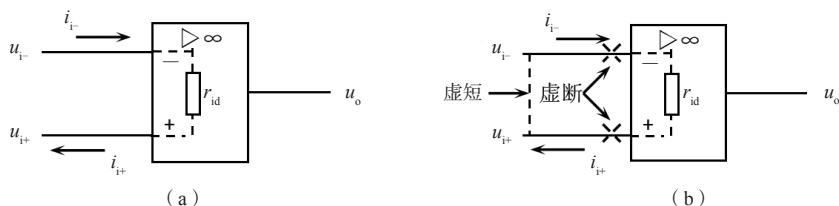

图 3-13 集成运放符号
(1)虚短:两输入端电位相等,即 $u_{i+} = u_{i-}$ 。相当于同向输入端和反向输入端短路,但又不是真正的短路,如图 3-13(b)所示,故称为“虚短”。
(2)虚断:净输入端电流等于零,运放电压和电流示意图如图 3-13(a)所示,即 $i_{i+} = i_{i-} = 0$ 。相当于同向输入端和反向输入端断开,但又不是真正的断开,如图 3-13(b)所示,故称为“虚断”。